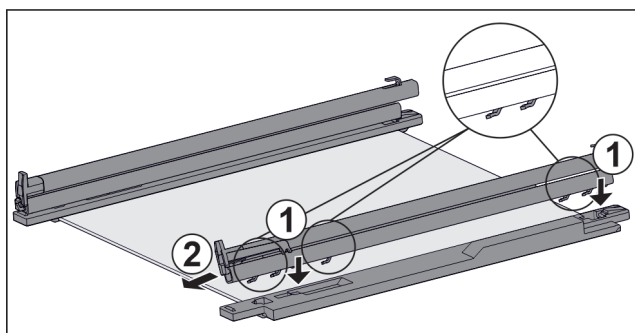

Fig. 38 Tablette en verre avec rails et pièces de retenue
- Placer les crochets du rail sur les ouvertures de la pièce de retenue de **gauche**. Fig. 38 (1)
- Tirer le rail vers l'avant. Fig. 38 (2)
- Placer les crochets du rail sur les ouvertures de la pièce de retenue de **droite**. Fig. 38 (1)